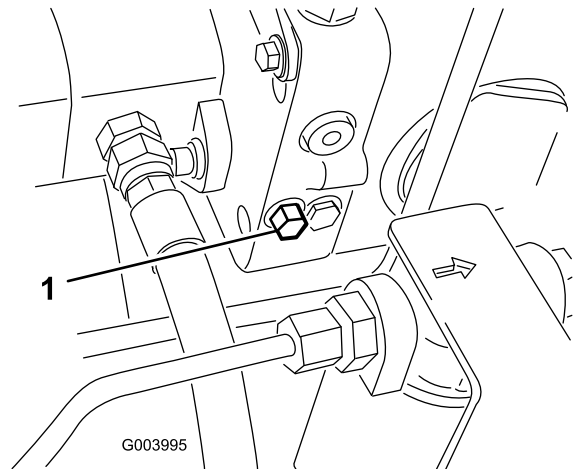

Figura 69
1. Fate ruotare di un giro e mezzo il bullone della valvola di bypass per aprire e lasciare bypassare l'olio all'interno (Figura 69).